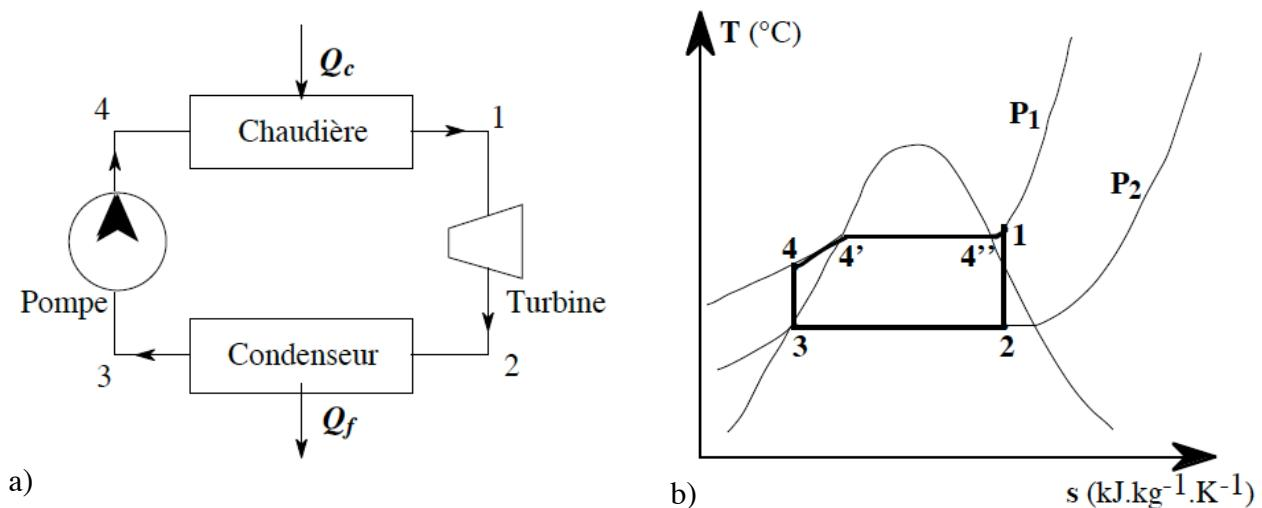
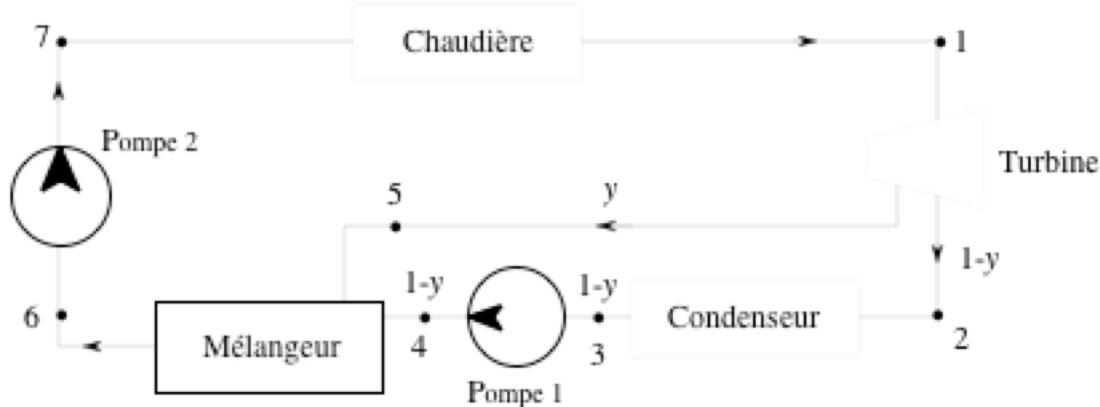
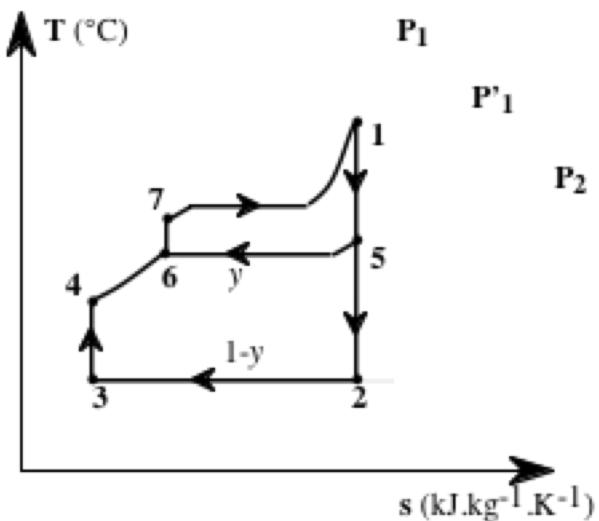

Figure 1 : a) Schéma de principe d'une centrale thermique élémentaire à vapeur d'eau ; b) Représentation du cycle de Rankine dans le diagramme entropique.
Figure 2 : Cycle avec soutirage de vapeur et mélangeur : y représente la fraction de vapeur soutirée.
Figure 3 : Diagramme entropique du cycle avec soutirage, où y représente la fraction de vapeur soutirée.
Ainsi, le cycle idéal correspondant à une centrale thermique élémentaire à vapeur d'eau (dont le schéma de principe est rappelé dans la figure 1.a) est représenté par le cycle de Rankine illustré dans le diagramme entropique sur la figure 1.b). Dans cette installation motrice à vapeur, l'eau décrit le cycle suivant :
- détente isentropique de la pression P_1 à la pression P_2 , dans une turbine. La vapeur est sèche à l'entrée de la turbine, représentée par le point 1 sur le diagramme entropique (figure 1.b);
Comparé au cycle de Carnot fonctionnant entre les deux mêmes température extrêmes, le rendement thermique du cycle de Rankine est d'autant meilleur que l'apport thermique est réalisé à une température (moyenne) élevée. Or la température moyenne sur le réchauffage 4-4' du liquide (figure 1.b) est faible. Pour améliorer cette situation, l'idée consiste à soutirer de la turbine une fraction y de la vapeur, lorsque la température de celle-ci est encore élevée (point 5 sur la figure 2), et à mélanger cette vapeur au liquide sortant de la pompe 1 (point 4). Le débit soutiré est réglé de façon que le fluide sortant du mélangeur soit saturé (point 6 sur la figure 3). Une deuxième pompe porte le liquide à la pression de la chaudière.
Dans le cas présent, la fraction y de vapeur est soutirée à la pression $P'_1 = 12$ bars pour être mélangée à l'eau sortant de la pompe 1. Nous considérerons pour cette étude un fonctionnement idéal entre les isobares P_1 et P_2 précédemment définis, c'est-à-dire (figure 3) :